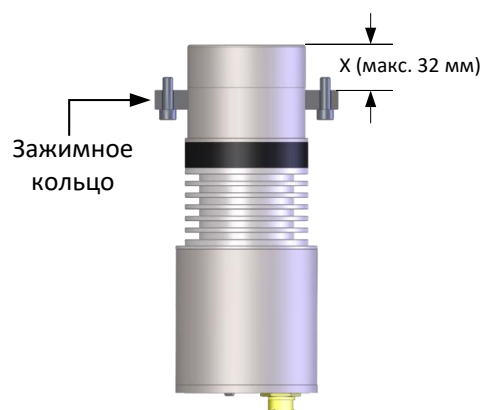

Рисунок 28: Позиционирование зажимного кольца
3. Отрегулируйте положение зажимного кольца, чтобы оно соответствовало требуемой глубине вставки (Рисунок 28)